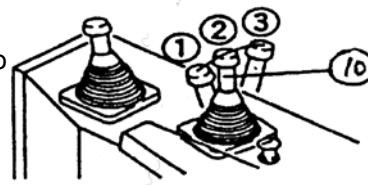

Рис. 2-15.
#### 2.2.2.10 Рычаг управления рыхлителем (10) (Рис. 2-15)